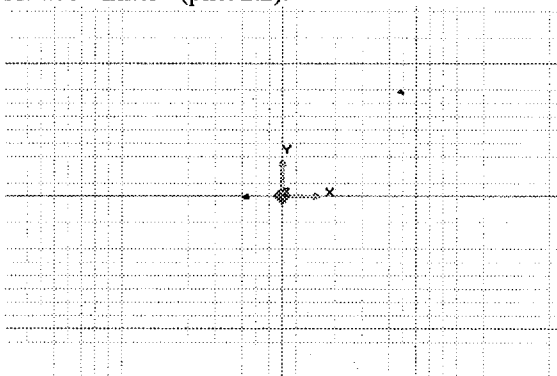

Рисунок 2.2 – Допоміжні побудови
7. На клавіатурі натисніть двічі клавішу 2 і натисніть на клавішу <L>, і натисніть «OK» або <Enter> (рис. 2.2).